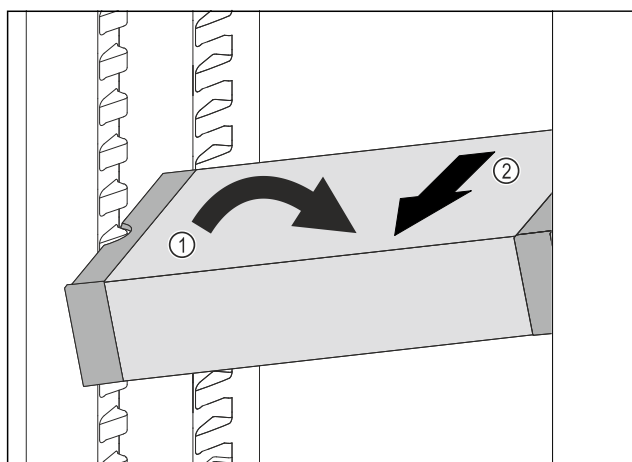

Fig. 180
- Vendosni VarioSafe pjerrtas në pjesën e ftohjes. Fig. 180 (1)
- Hiqni VarioSafe për nga përpara. Fig. 180 (2)